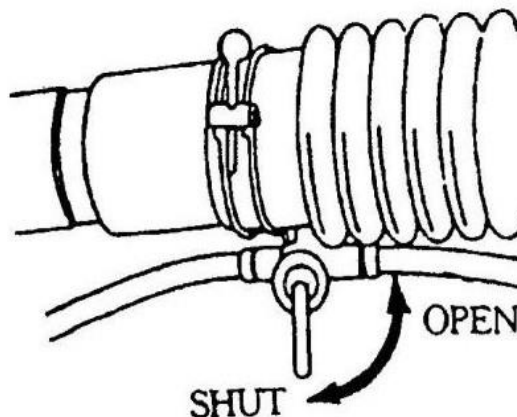

Fig. 8
- 1) Durante la spruzzatura, spegnere l'unità per aggiungere altro prodotto chimico al serbatoio, vedere Fig. 8. Durante la spruzzatura, la leva di spruzzatura e il coperchio del serbatoio del carburante devono essere abbassati, altrimenti si verificheranno perdite di prodotti chimici.